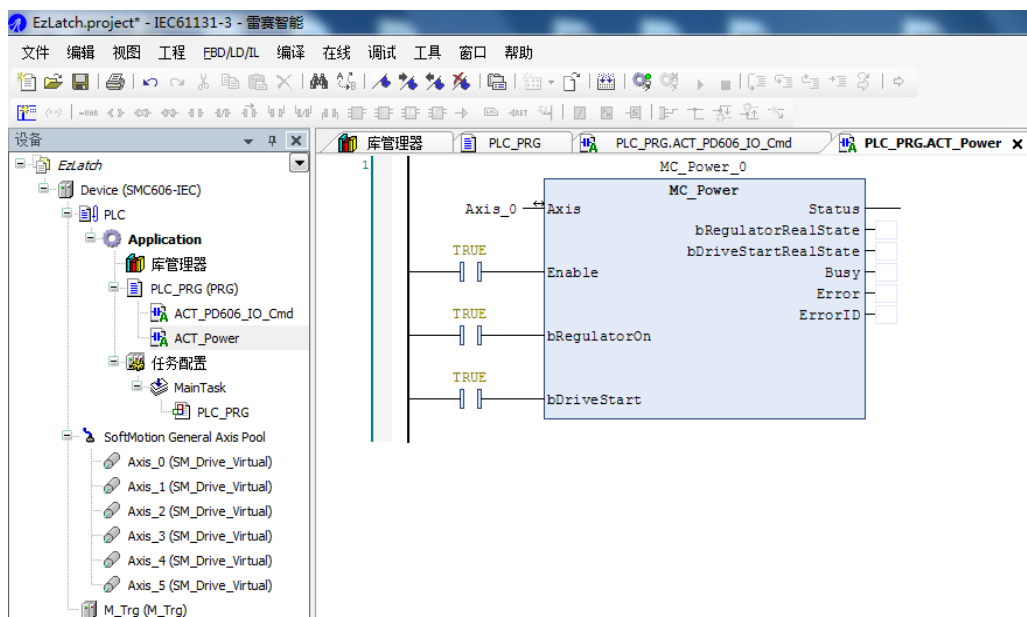

图 9.40 上电模块 Power
3) 按照步骤 2 的方法依次添加上电模块 Power、相对运动模块 ACT\_RelativeMove、EZ 锁存模块 ACT\_EzLatch, 并填写相应的参数, 如图 9.40~9.42 所示。